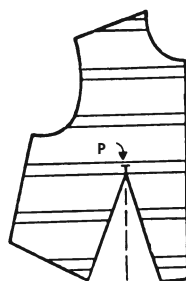

Рис. 504
**Горизонтальные полоски.** Для лифа с горизонтальными полосами последовательность действий будет той же. Полоса на лекале проведена с одной и другой стороны от точки Р, середина вытачки (двух объединенных вытачек) расположена перпендикулярно к этой полосе (рис. 504).